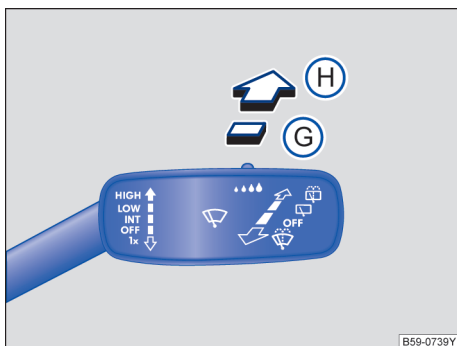

图 107 挡风玻璃雨刮器拨杆：后窗雨刮器操作
- 将挡风玻璃雨刮器拨杆向前按到位置  → 图 107，大约每隔六秒，雨刮器刮一次车窗。